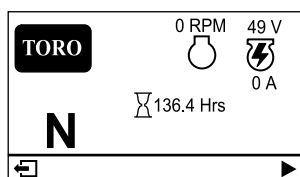

図 21
- **主画面** 図 21: キーが ON 位置にある時に、マシンの現在の情報を表示します。